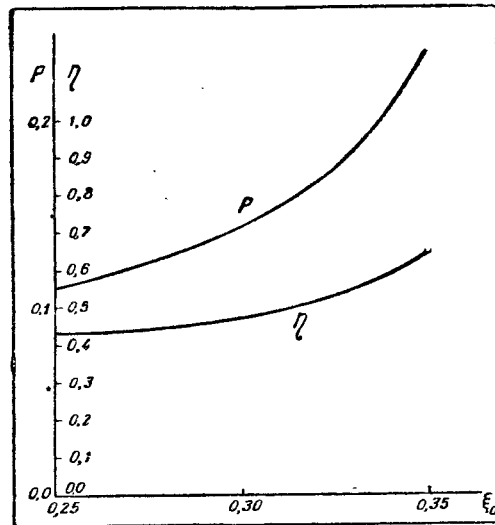

Рис. 10
- 4) По кривой рис. 10 для $\xi_0 = 0,3$ $p = 0,14$.
6) К. п. д. по кривой рис. 10 равен: